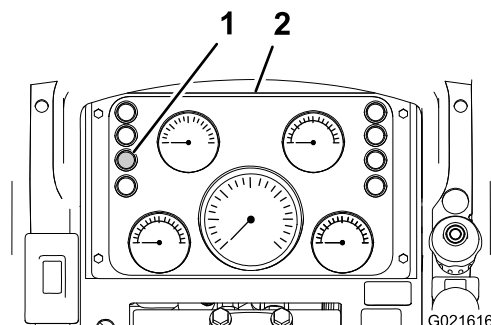

Рисунок 47
2. Проверьте показание индикатора засорения воздухоочистителя на блоке приборов (Рисунок 47).